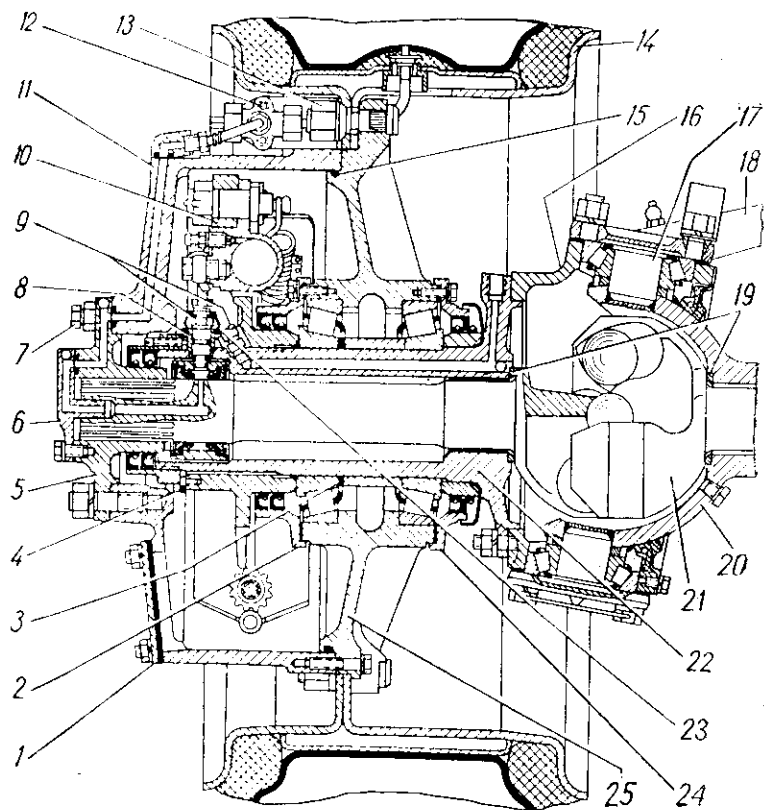
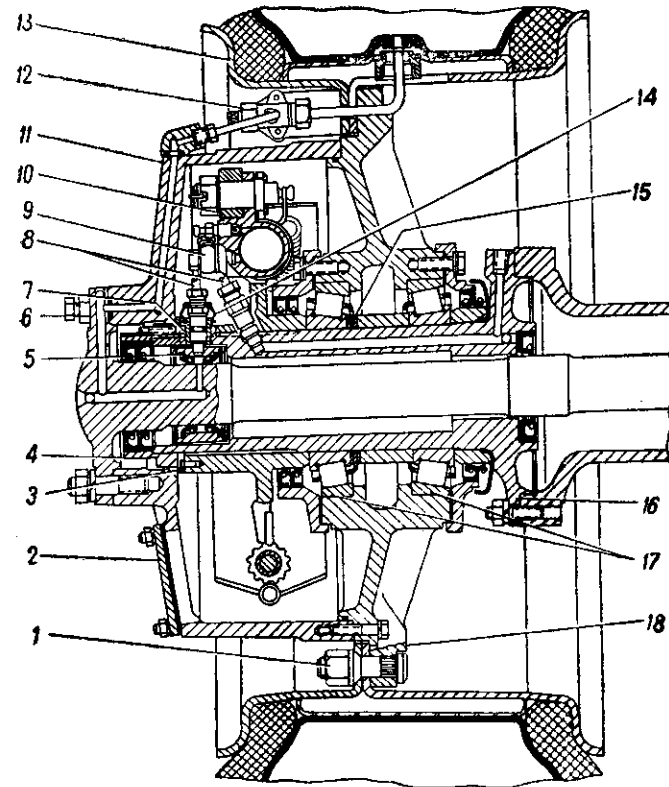

Рис. 40. Ступица переднего моста в сборе с колесом и тормозным механизмом:
Рис. 41. Ступица заднего моста в сборе с колесом и тормозным механизмом:
Устройство поворотного кулака переднего моста показано на рис. 40. К кожуху полуоси на шпильках крепится шаровая опора 20. На шкворнях шаровой опоры установлен корпус 16 поворотного кулака, к которому крепится цапфа 22.
Регулировка подшипников ступицы переднего колеса производится регулировочными прокладками 3 (см. рис. 40), а заднего — прокладками 15 (рис. 41), расположенными между внутренним кольцом наружного подшипника и распорной втулкой.
- выньте шплинт, выверните стопорный винт и отверните гайку крепления подшипников. Снимите стопорную шайбу 4 (см. рис. 40);